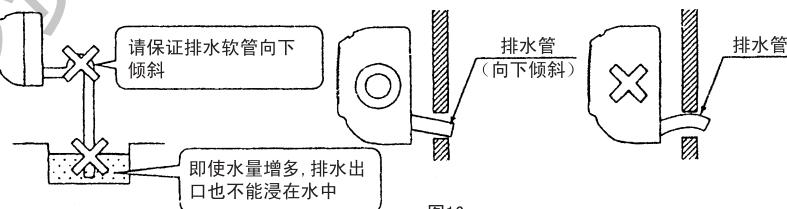

图16
### 1. 安装排水管 (请参看图 16)
- 排水管作业时, 请仔细看图 16 中的注意点。